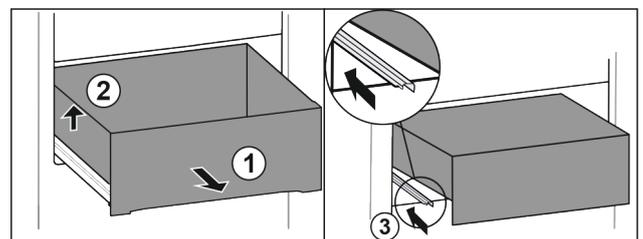

Fig. 14\*
▶ Schubfach vollständig herausziehen Fig. 14 (1).\*
▶ Schubfach links anheben Fig. 14 (2).\*
▶ Linke Schiene einschieben Fig. 14 (3).\*